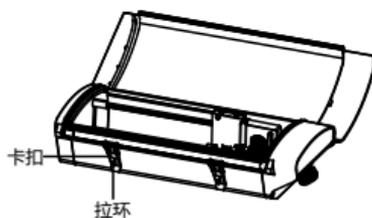

图2-25 打开加热护罩
- 加热护罩安装时向外拉开侧面的两个拉环，取出卡扣，打开护罩如图 2-25 所示。